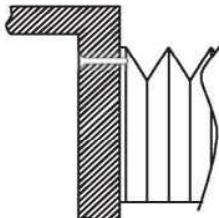

рис. 2
- мех крепится к фланцу целой складкой (рис. 2). Такое крепление возможно только в том случае, если местом, к которому присоединяется мех, является деталь станка со сквозным отверстием. В этом случае через отверстие в детали вставляется болт и винчается в резьбу фланца меха.